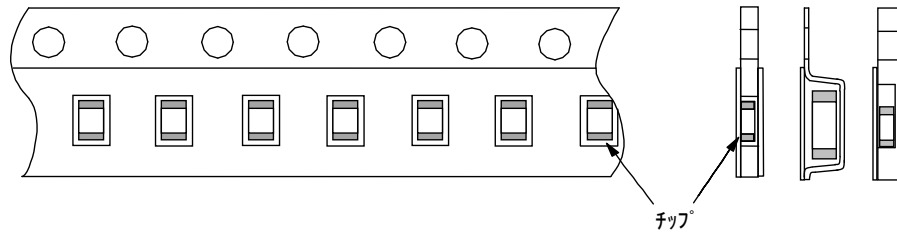

図2 リール寸法
| 18          | Board Flex耐基板曲げ性   | 外観    | 著しい異常はありません。  |                    | 試験方法：試験状態は図2によります。試験用基板は図1によります。保持時間：5±1秒<table border="1" style="margin-top: 10px;"> <thead> <tr> <th>Type</th> <th>a</th> <th>b</th> <th>c</th> </tr> </thead> <tbody> <tr> <td>GCE18</td> <td>0.6</td> <td>2.2</td> <td>0.9</td> </tr> <tr> <td>GCE21</td> <td>0.8</td> <td>3.0</td> <td>1.3</td> </tr> </tbody> </table> (in mm) 図. 1t: 1.6mm       | Type | a      | b | c    | GCE18 | 0.6            | 2.2 | 0.9  | GCE21 | 0.8            | 3.0 | 1.3  |
| 19          | TerminalStrength端子電極固着力                          | 外観    | 著しい異常はありません。  |                    | 試料を図3の試験基板にはんだ付けします。加圧力：10N保持時間：10秒<table border="1" style="margin-top: 10px;"> <thead> <tr> <th>Type</th> <th>a</th> <th>b</th> <th>c</th> </tr> </thead> <tbody> <tr> <td>GCE18</td> <td>1.0</td> <td>3.0</td> <td>1.2</td> </tr> <tr> <td>GCE21</td> <td>1.2</td> <td>4.0</td> <td>1.65</td> </tr> </tbody> </table> (in mm) 図. 2たわみ量：≤5(高誘電率系) | Type | a      | b | c    | GCE18 | 1.0            | 3.0 | 1.2  | GCE21 | 1.2            | 4.0 | 1.65 |
2.11 リールは、樹脂製を使用し外観及び寸法は図2のとおりとします。尚、材料及び寸法については、改良のため、変更されることがあります。